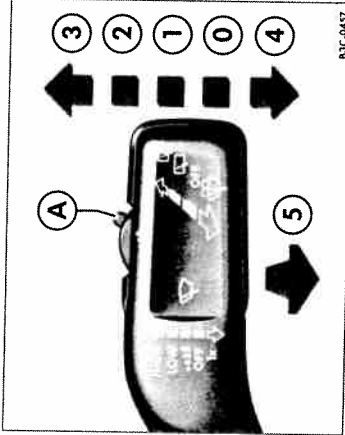

Fig. 49 Imagine de referință: Maneta de acționare a ștergătoarelor de parbriz.
⇒ fig. 49 are următoarele poziții:
- Când ștergătoarele funcționează în treapta ⇒ pagina 71, fig. 49" ② sau ③ și autovehiculul reduce viteza, se va selecta automat o poziție inferioară de ștergere. Dacă viteza se mărește, se va reveni la poziția anterioară.
După punerea contactului, la prima și la fiecare a cincea acționare a instalației de spălare a parbrizului se vor șterge și farurile, dacă maneta ștergătoarelor ⇒ pagina 71, fig. 49 ⑤ este acționată înspre volan – lumina de întâlnire sau de drum trebuie să fie aprinsă. La intervale regulate, de ex. la alimentare, curățați geamurile farurilor de materiale aderențe (insecte strivite).